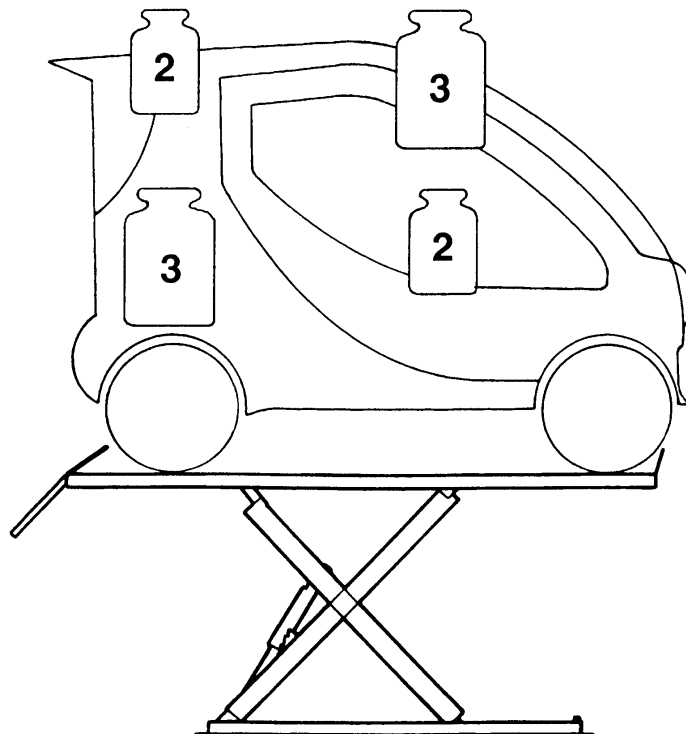

Fig. 2A
- ripartizione del carico: 2:3 o 3:2 (reversibile) vedi **Fig.2A**;
- load distribution: 2:3 o 3:2 (reversible) see **Fig.2A**;
- Lastverteilung: 2:3 oder 3:2 (umkehrbar) **Fig.2A**;
- repartition de la charge: 2:3 ou 3:2 (reversible) voir **Fig.2A**;
- distribución de la carga: 2:3 o 3:2 (reversible) **Fig.2A**;